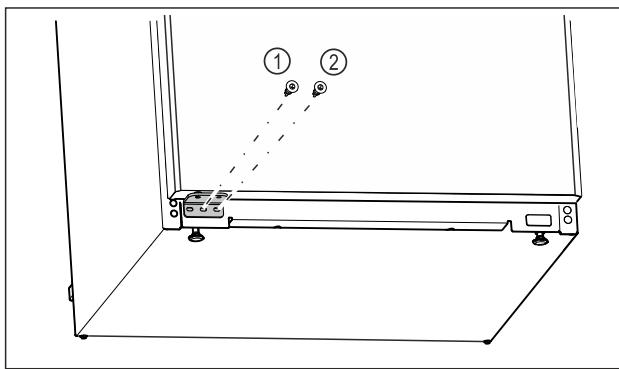

Fig. 21
- Mittlere Schraube des Lagerblocks Fig. 21 (1) mit Schraubendreher Torx 20 festschrauben.
- Innere Schraube des Lagerblocks Fig. 21 (2) mit Schraubendreher Torx 20 festschrauben.